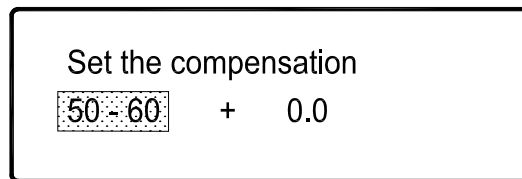

图 2
试样最小厚度与材料硬度及所用标尺存在附图 2、附图 3 关系图。
附图 2 用金刚石圆锥压头试验 (HRA、HRC、HRD)
5. 按“ ”、“ ”将光标移到要修正的硬度标尺上，如到“HRC”上，然后按“ENTER”确认，此时出现图 2 画面。
6. 按“ ”、“ ”选择要修正硬度范围段，如在图 2 中按“ ”直到“50-60”变为“60-70”，然后按“ENTER”确认。此时光标移到“+”上。